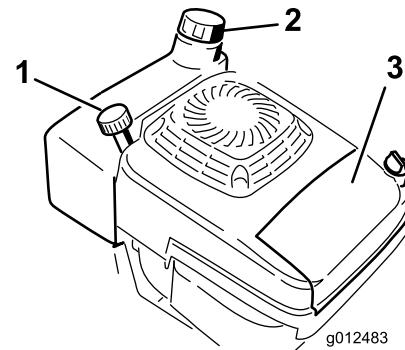

Figura 17
1. Limpie alrededor del tapón del depósito de combustible (Figura 17).